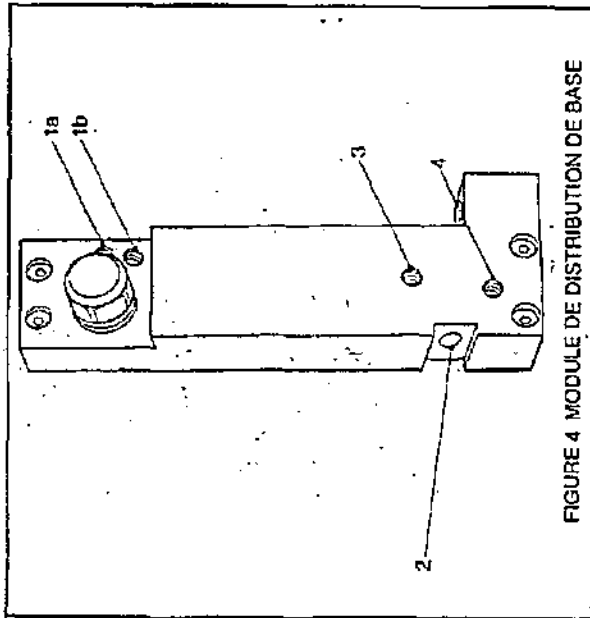

FIGURE 4 MODULE DE DISTRIBUTION DE BASE
**Souape de Commande Simple (Figure 4)**
Ce module de distribution est utilisé lorsque l'outil doit être commandé à distance. La Figure 4 indique les points d'arrivée des signaux.